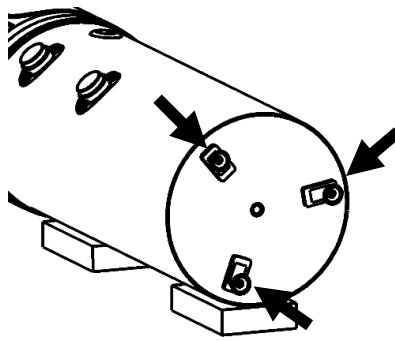

Fig. 2c;
- Montez les pieds réglables sur l'appareil * fig. 2c